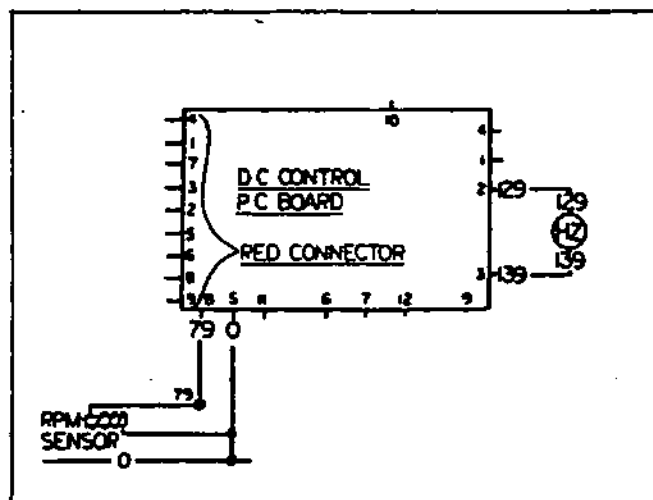

Figure 3.4-C. AC Frequency Meter Circuit
3.4.3- AC FREQUENCY METER (Figure 3.4-A, 3.4-C)